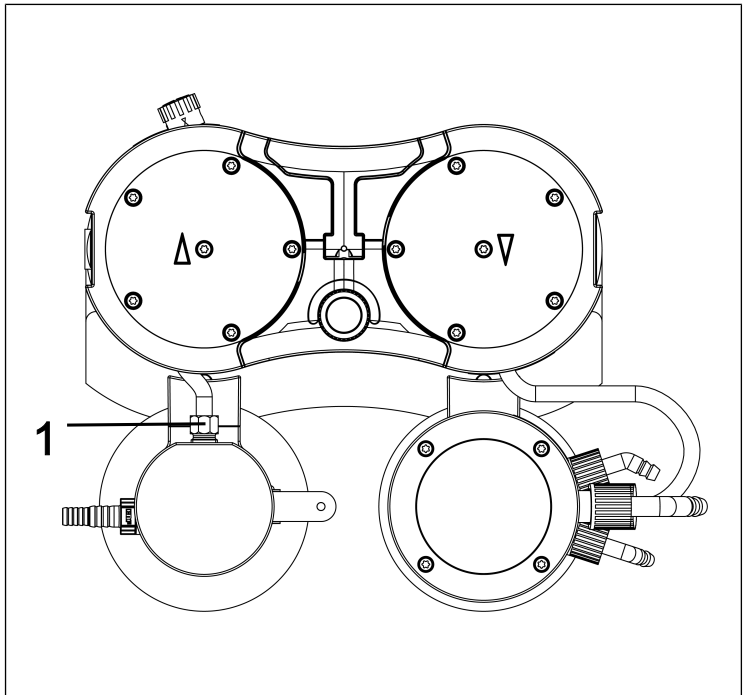

Fig.11: Desserrage du raccord de tuyaux
2. Desserrez la vis chapeau du raccord de tuyaux (1/ Fig. 11) des composants du système de vide.
**i** Pour desserrer la vis chapeau du raccord de tuyaux du piège à liquide (1/ Fig. 11), le cas échéant, une clé à fourche d'ouverture 14.
10. Vissez la vis chapeau du raccord de tuyaux du piège à liquide (1/ Fig. 11) sur le raccord du piège à liquide jusqu'en butée.
- i** Pour serrer la vis chapeau du raccord de tuyaux du piège à liquide (1/ Fig. 11), utilisez le cas échéant une clé à fourche d'ouverture 14